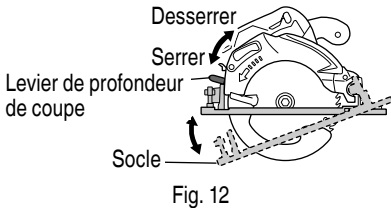

Fig. 12
1. Réglage de la profondeur de coupe (Fig. 12)
Si le levier qui permet de régler la profondeur de coupe (Fig. 12) est mal vissé, il y a un risque de blessure. Bien vérifier qu'il est vissé à fond.